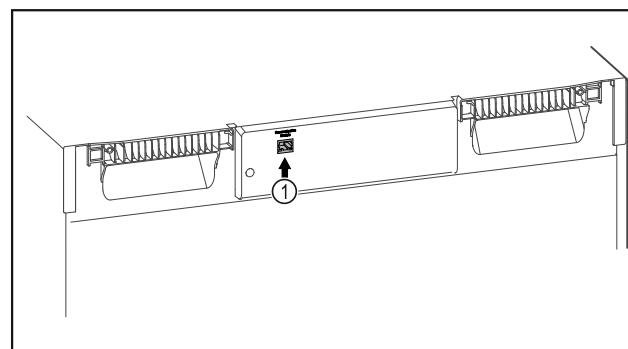

Fig. 109
- Le SmartModule Fig. 109 (1) est en place.